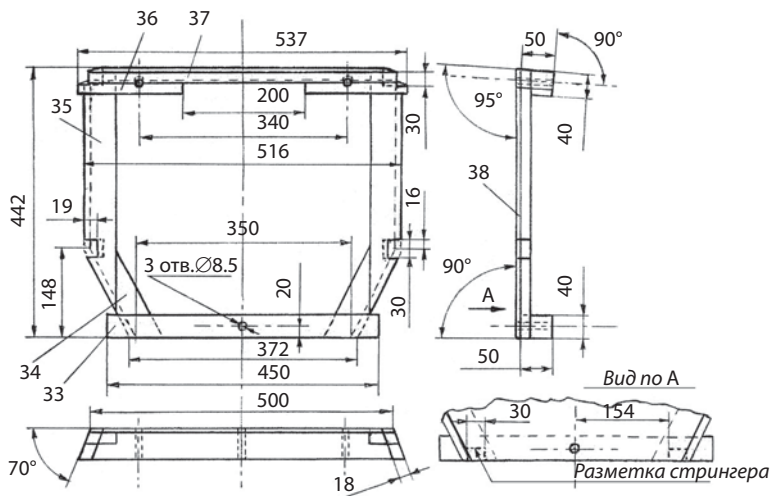

Рис. 1 Переборка корпуса перед установкой на стпель (Пк)
в строго указанной ниже последовательности. Переборка корпуса ПК (38) и переборка носа ПН (44) (рис. 1 и 2), имеющие одинаковые размеры, размечаются по внешнему контуру на фанерном листе по чертежу (сверяясь с таблицей ординат для исключения ошибки) и вырезаются в чистый размер. Удобно перенести размеры на фанеру с чертежа, выполненного на миллиметровке в натуральную величину, наколкой по точкам. Осевая линия проводится на обеих сторонах и торцах фанеры для дальнейшей работы.